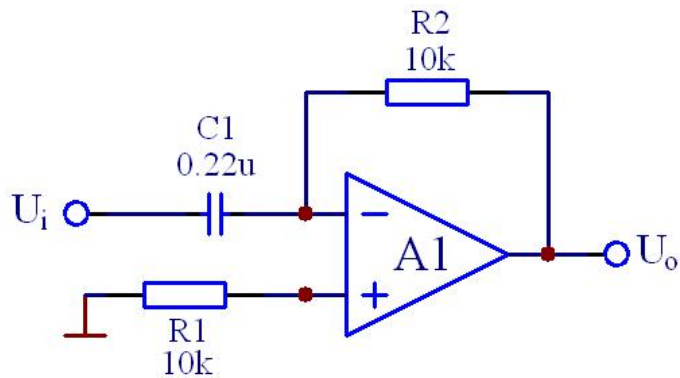

图 7.2 微分电路
2. 分析图 7.2 电路,若输入正弦波, $U_o$ 与 $U_i$ 相位差多少? 当输入信号为160Hz幅值为1V时,输出 $U_o=?$
实验电路如图 7.2 所示。